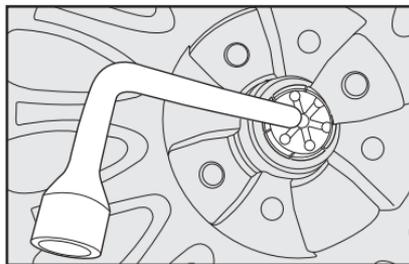

fig. 26
**NOTA:** em veículos com opcional roda de liga leve, é necessário retirar a tampa central da roda (que possui a logomarca FIAT). Para retirá-la, utilize a chave de roda, empurrando a tampa central pelo lado interno da roda **fig. 26**. Guardar a tampa, para recolocá-la na roda quando for montá-la novamente no veículo.